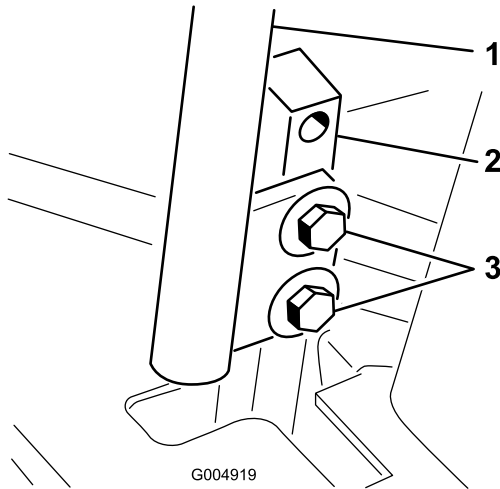

Figura 90
3. Afloje los pernos que sujetan las palancas de control (Figura 90).